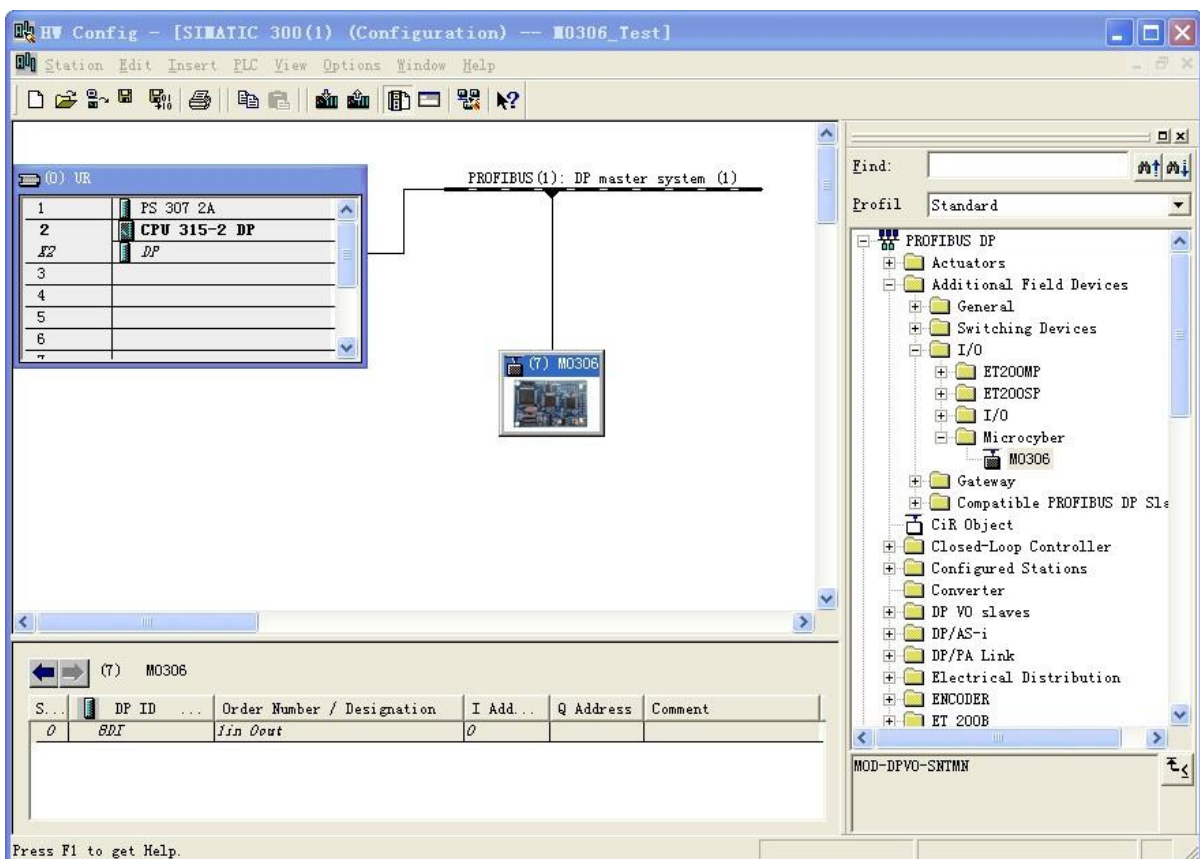

图 4.5 设备组态配置
- 4) 单击总线上的 M0306 模块图标 (设备图标), 将在下方边框中显示该从站设备的 I/O 模块组态信息, 该信息由 GSD 文件中的 I/O 配置标识符解析而来, 如下图 4.5 所示: